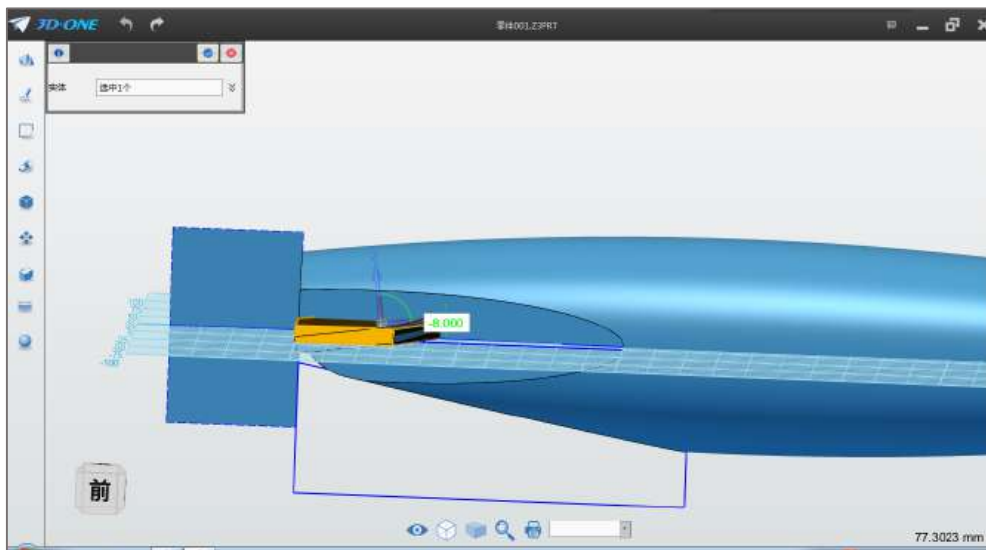

图 3-5
Step 5 在弹出的对话框中输入-8，如下图 3-5 所示：